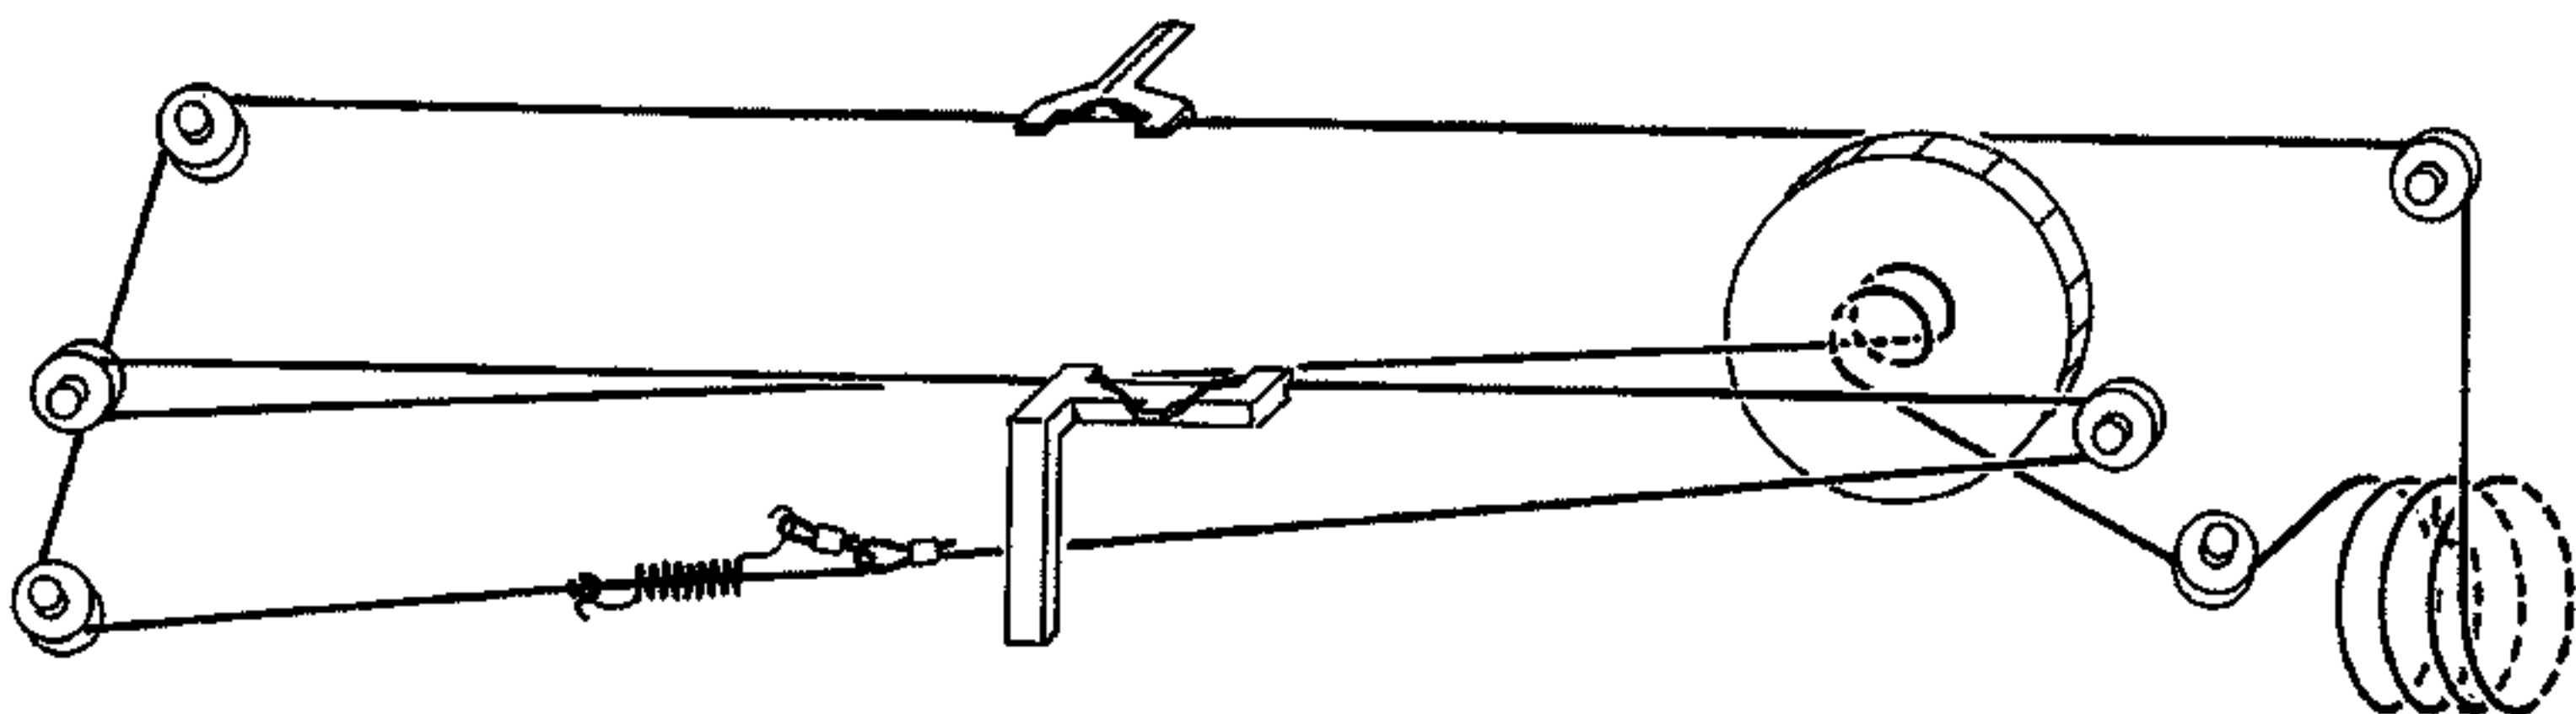

Fig. 17
3. Skalenseil nach Fig. 17 auflegen.
3. Place drive cable as shown in Fig. 17.